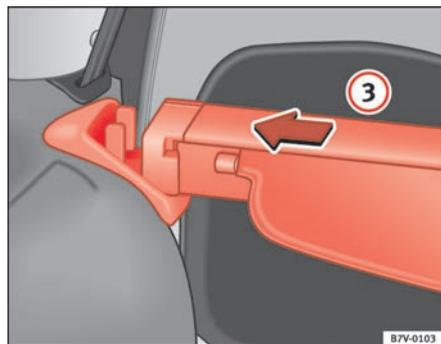

Fig. 115 Tapamaaletero: soporte del lado izquierdo
- Introduzca el tapamaaletero hasta el tope en el soporte izquierdo en la dirección de la flecha ⇒ fig. 115 ③.